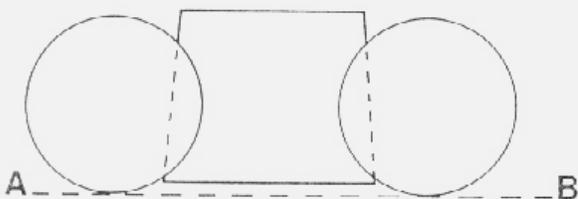

fig. 26 — instalação da chapa-trava dos eixos da marcha-a-ré do trem intermediário
7. Instalar a chapa fixadora do eixo intermediário e do eixo da marcha-à-ré como mostra a fig. 26, devendo a chapa ficar na posição indicada sem chegar até a linha tracejada. Se a chapa ultrapassar a linha tracejada, ao ser montada a extensão, esta ficará apoiada irregularmente, podendo trincar ao serem apertados os parafusos fixadores da extensão na caixa. Para esta posição ser obedecida, colocar uma régua para referência da linha tracejada.